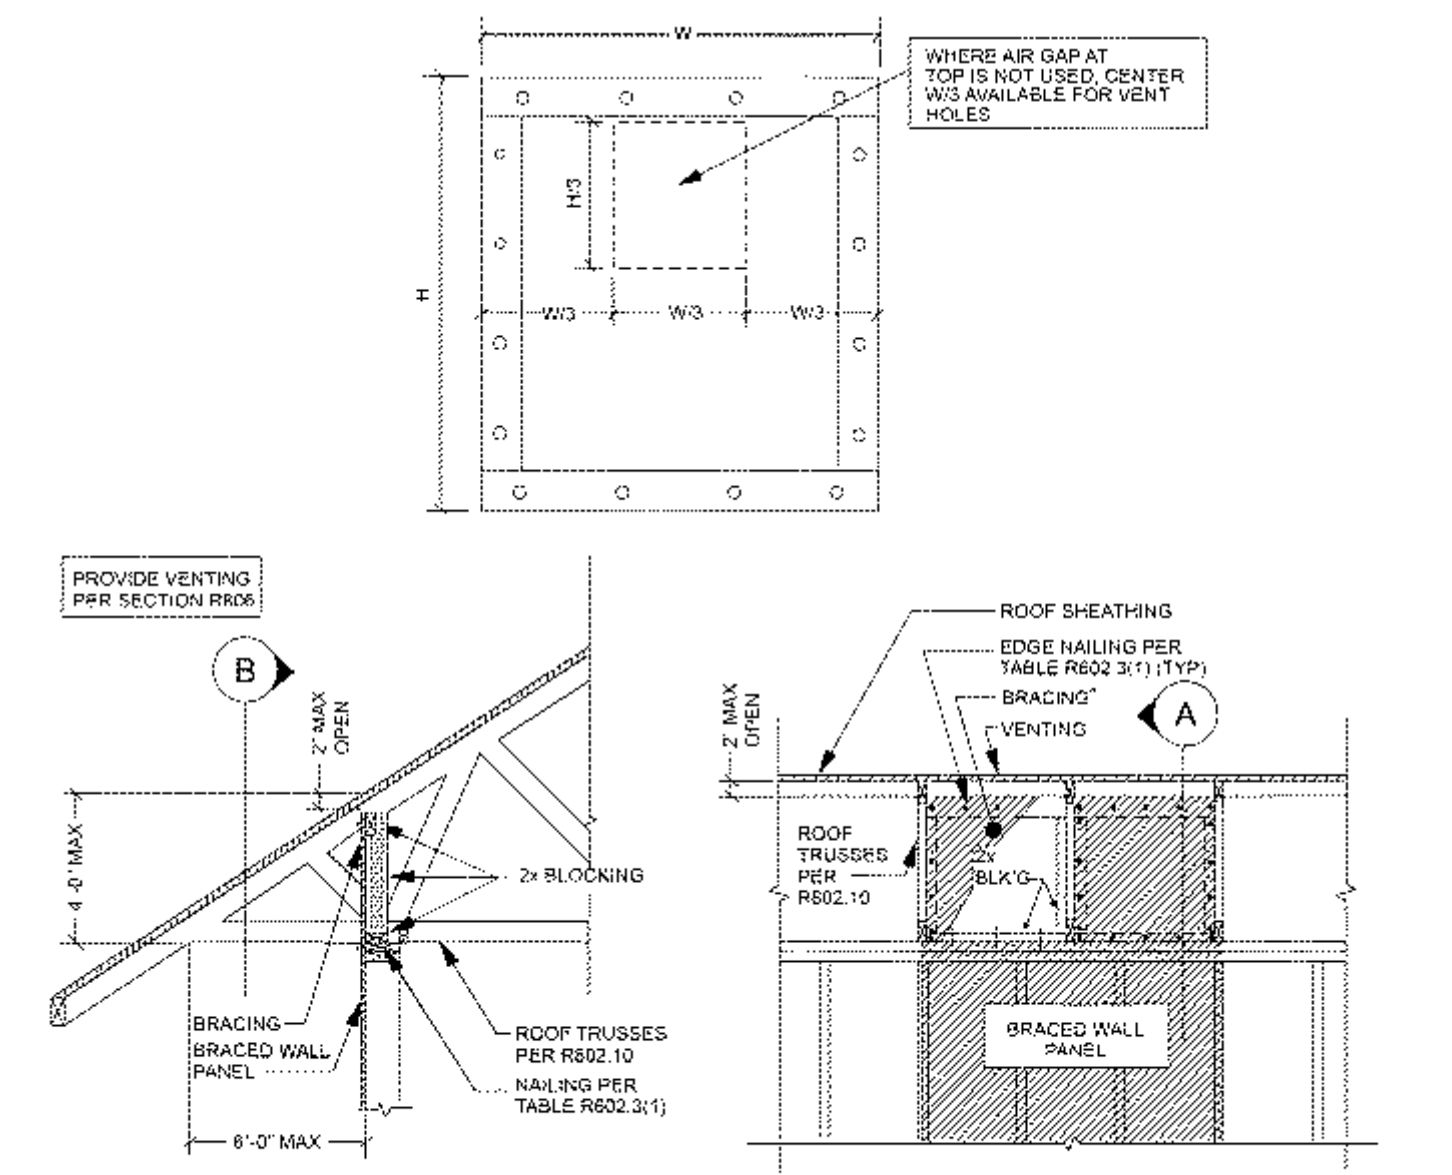

FIGURE R602.10.8.2(3)
12 CRC Figure R602.10.8(2)
11 CRC Figure R602.10.8(1)
4 CRC Figure R602.10.8.2(3)